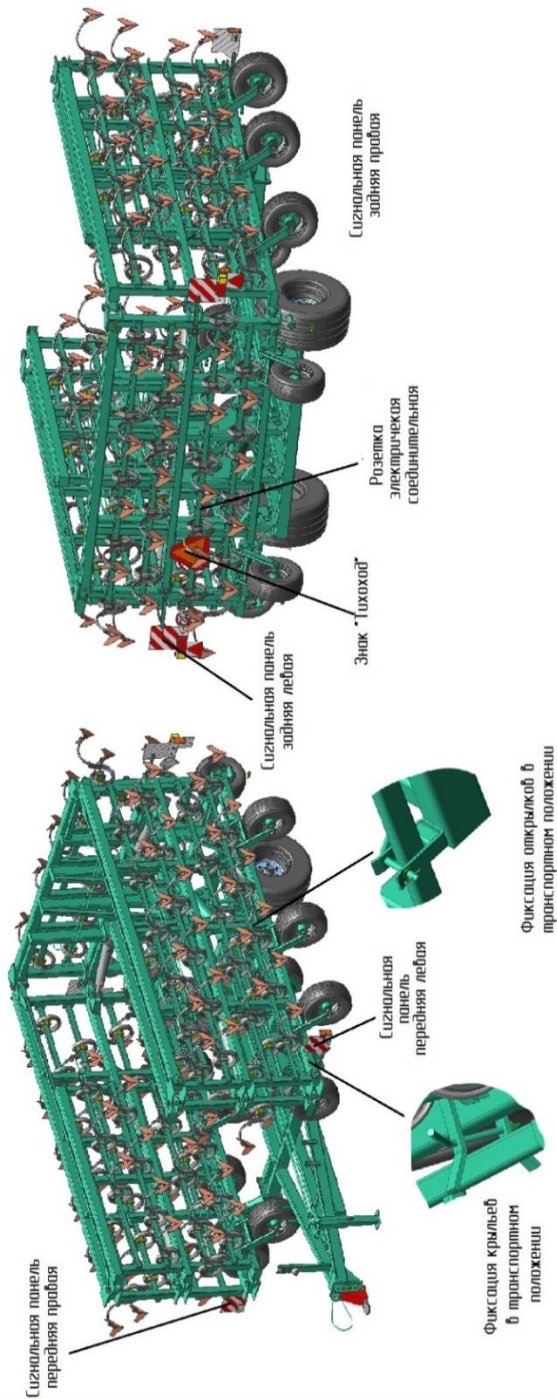

Рисунок 2 – Общий вид культиватора в транспортном положении
4.4 Перевод культиватора в транспортное положение (рисунок 2):
4.5 Установка и монтаж электрооборудования (рисунок 2 и приложение Е):